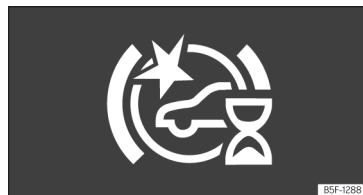

Fig. 168 Sul display del quadro strumenti: indicazione dell'autocalibrazione iniziale del sistema.
- Durante i primi istanti di guida dopo aver acceso il quadro, a causa dell'autocalibrazione iniziale del sistema. Durante questa fase, sul display del quadro strumenti compare la seguente indicazione >>> **fig. 168**.
Il Front Assist viene attivato all'accensione. Quando si mette in moto il veicolo, il Front Assist potrebbe non essere disponibile per un breve momento durante l'avviamento del sistema. Durante questo periodo di tempo, sul display del quadro strumenti compare l'icona seguente >>> **fig. 168**.